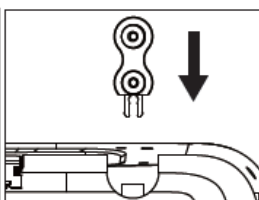

Fig.23
- b. Namestite dvojni zgornji kolut na stroj (Fig. 23–24).